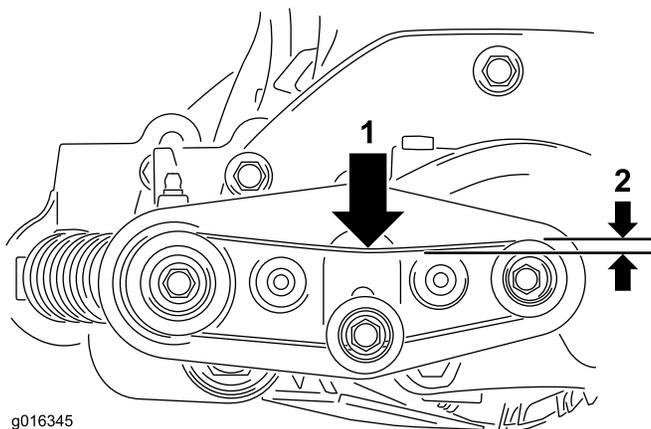

Рисунок 22
12. Проверьте натяжение приводного ремня щетки. При приложении в середине ремня силы 1 кг ремень должен иметь прогиб приблизительно 6 мм; см. Рисунок 22.